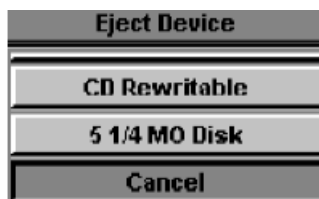

Figure 4-6 Eject Device Menu
Press <Alt> + E on the alphanumeric keyboard to display the Eject Device menu (Figure 4-6).
- 6.) Press <Alt> + E on the alphanumeric keyboard to display the Eject Device menu (Figure 4-6 on page 4-12)